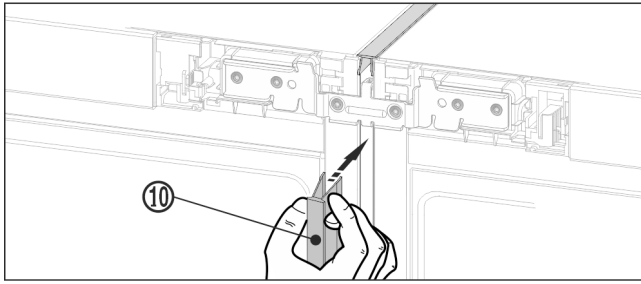

Fig. 21 *
- À l'avant, pousser la baguette longue Fig. 21 (10) dans la fente verticale. Veiller à ce que la baguette repose sur la tôle de jonction.*